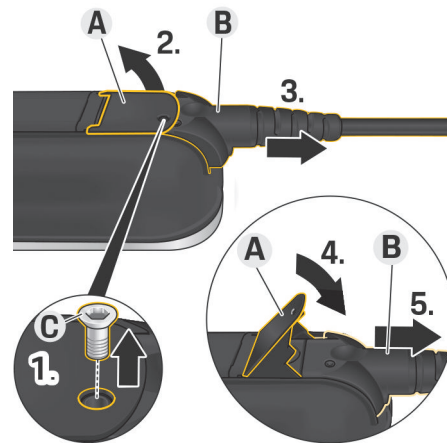

Fig. 235 Løse kabelen
1. Løsne skruen **C** (Fig. 235) med et egnet verktøy.
2. Løft spaken **A** (Fig. 235).
3. Trekk ut pluggen **B** (Fig. 235) til du kjenner motstand.
4. Lukk spaken **A** (Fig. 235).
5. Trekk pluggen **B** (Fig. 235) helt ut.